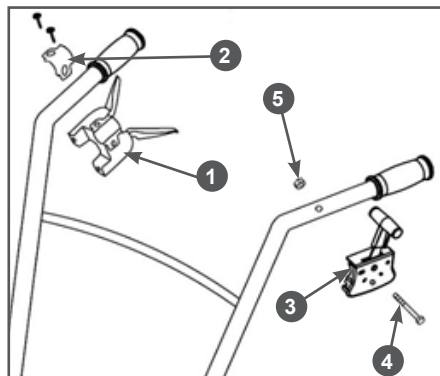

Рис. 8 Установка кронштейна рычагов включения переднего и заднего хода и рычага газа
6. Установите на правую рабочую рукоятку кронштейн 1 с рычагами включения переднего и заднего хода (Рис. 8). Для этого выполните следующее: открутите два винта крепления скобы и снимите скобу 3 крепления с кронштейна рычагов включения переднего и заднего хода. Установите кронштейн 1 снизу на правую рабочую рукоятку, а сверху приложите скобу 3 крепления. Совместите отверстия в кронштейне и скобе и закрутите винты крепления, не затягивая их. Отрегулируйте положение кронштейна на рабочей рукоятке так, чтобы правой рукой было удобно по очереди нажимать и на рычаг включения переднего и на рычаг включения заднего хода. После окончательной регулировки плотно затяните винты крепления скобы (Рис. 8).
7. Установите на левую рабочую рукоятку рычаг 3 газа (Рис. 8). Для установки рычага 3 газа выполните следующее: совместите отверстия в левой рабочей рукоятке и корпусе рычага 3 газа, вставьте в отверстие болт 4 и закрутите гайку 5 до упора (Рис. 8).